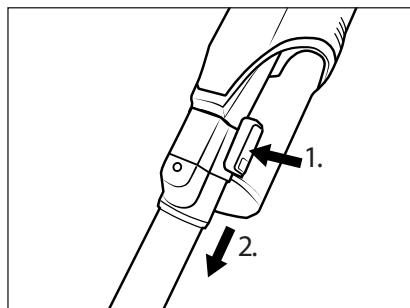

Fig. 11
- ◆ Pour retirer le tube d'aspiration ⑯ de l'appareil, maintenez la touche de déverrouillage du tube d'aspiration ⑯ enfoncée et retirez le tube d'aspiration ⑯ de l'orifice d'aspiration de l'appareil (voir fig. 11).